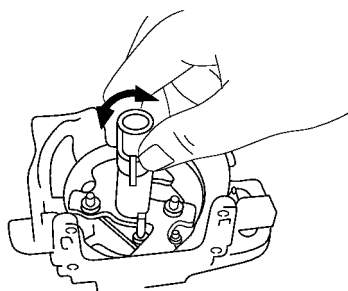

图 5-48 检查信号转子轴
(4) 检查信号转子轴。临时将信号转子轴装到调速器轴上，检查它们的配合是否正确，如图 5-48 所示。